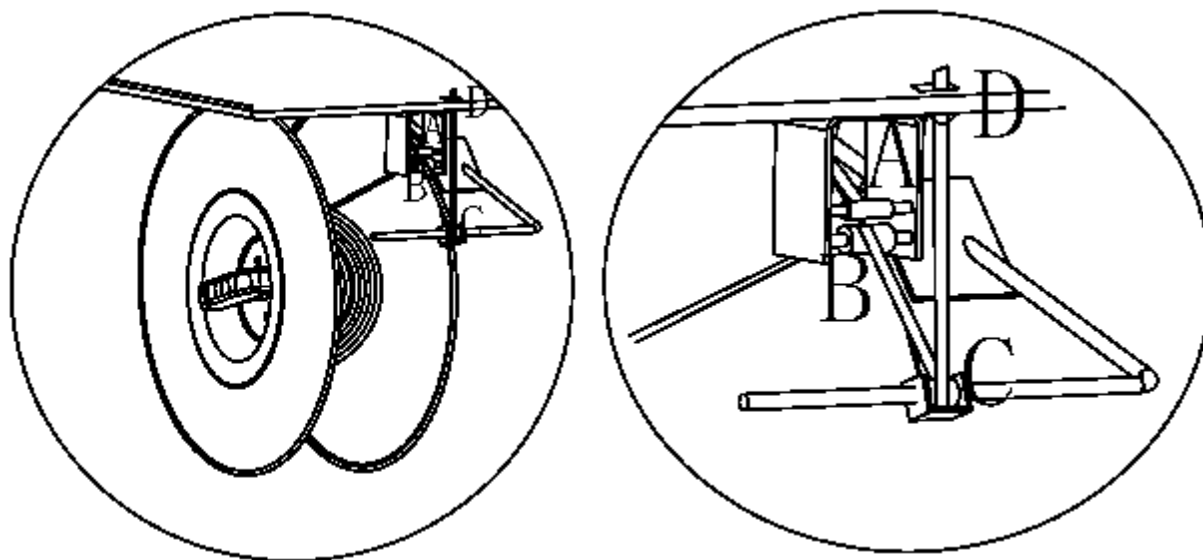

Рис. 3-3
- протяните ленту так, как показано на Рис. 3-3: лента должна пройти снизу ролика А и поверх ролика В;
- протяните ленту под роликом С и затем в паз D, как показано на Рис. 3-3;
1. Произвести установку ролика и протяжку ПП ленты так, как показано на Рис. 3-3;